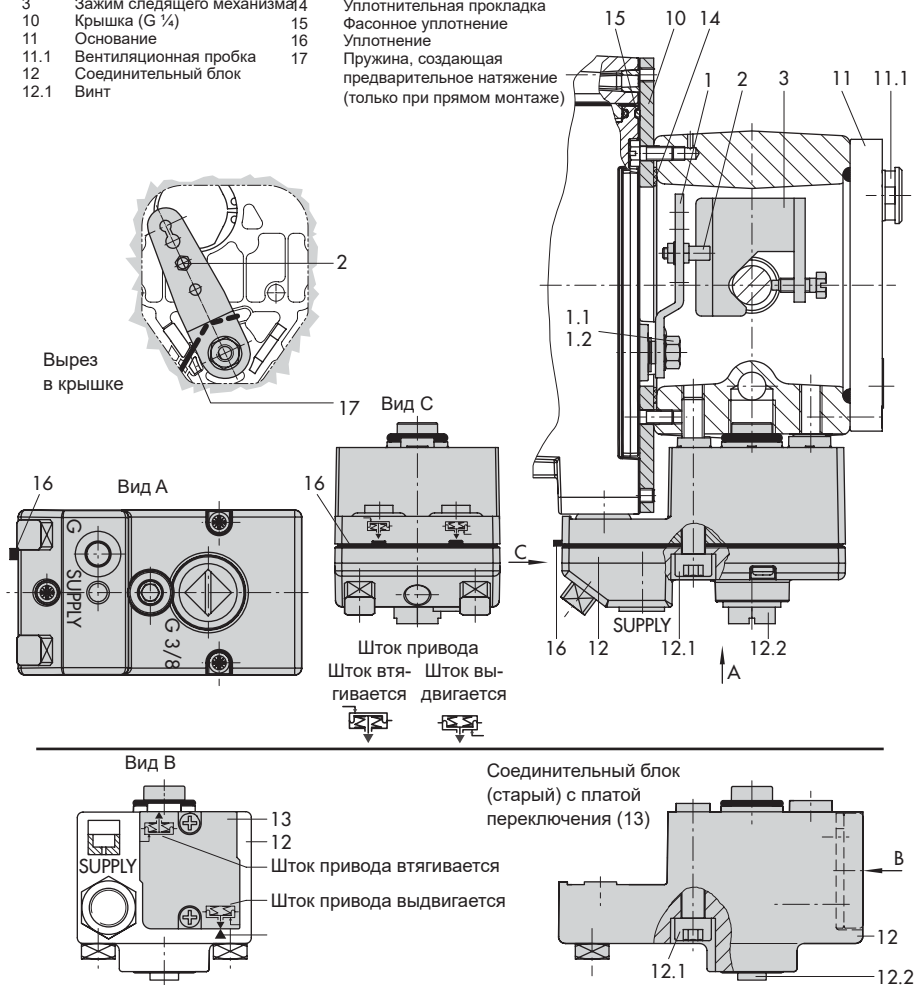

Рис. 6: Прямой монтаж – штуцер регулирующего сигнала на привод Тип 3277 с площадью 175–750 см²
Установите позиционер, как показано на Рис. 6, на раму. Регулирующее давле-ние передаётся на привод через соеди-нительный блок (12); при положении безопасности "Шток привода выдвигает-ся" – по внутренним каналам в раме клапана, а при положении безопасности "Шток привода втягивается" – по внеш-ней соединительной трубке.
1. Установите зажим следящего меха-низма (3) на шток привода, выров-няйте и зафиксируйте таким обра-зом, чтобы крепежный болт нахо-дился в пазах штока привода.
2. Зафиксируйте крышку (10) так, что-бы узкая сторона выреза (Рис. 6 слева) была направлена к штуцеру управляющего сигнала, а наклеен-ная уплотнительная прокладка (14) указывала в сторону рамы привода.
4. Вставьте фасонное уплотнение (15) в паз корпуса позиционера, нажимая четырьмя удерживающими втулками на винты корпуса и вдавливая две зажимные втулки в углубления корпуса.
5. Проведите пружину, создающую предварительное натяжение (17), под рычагом (1) через планку и вставьте ее в отверстие корпуса, прижмите рычаг (1) к упору, пока он не зафиксируется. Установите позиционер на крышку (10) и закрутите тремя крепежными винтами. Убедитесь, что штифт следящего механизма (2) находится на верхней части зажим следящего механизма (3). Рычаг (1) должен укладываться на зажим следящего механизма усилием пружин.
6. Проверьте, установлен ли выступ уплотнения (16) сбоку на соединительном блоке таким образом, что символ привода "шток привода выдвигается" или "шток привода втягивается" соответствует исполнению привода. В ином случае необходимо удалить три крепежных болта, снять крышку и заново уложить уплотнение (16) в перевёрнутом на 180° положении. Для старого соединительного блока (Рис. 6 снизу) плату переключения (13) поверните таким об-